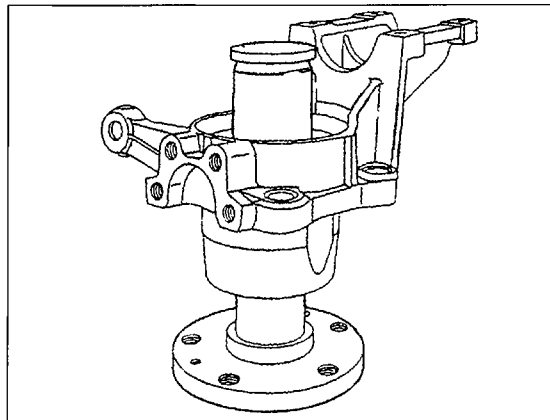

Bild 233
- Den Achsschenkel auf die mit dem Flansch aufgesetzte Radnabe aufstecken und das Lager mit dem Achsschenkel auf die Radnabe aufschlagen. Zum Aufschlagen wird ein Rohrstück benutzt, welches auf den Innenring des Lagers aufsitzt. Das Lager aufschlagen, bis es fest aufsitzt. Wie der Achsschenkel auf die Radnabe aufgedrückt wird, kann man in Bild 233 sehen.
- Den inneren Lagerlaufing der Lagereinheit (6) in Bild 231 einsetzen (gut mit 50 g Lagerfett eingefettet) und mit einem Rohrstück geeigneter Größe aufschlagen. Die Radnabeneinheit verbleibt weiterhin in der in Bild 233 gezeigten Stellung. Einen neuen Dichtring einfetten und bündig in die Innenseite des Achsschenkels einschlagen.